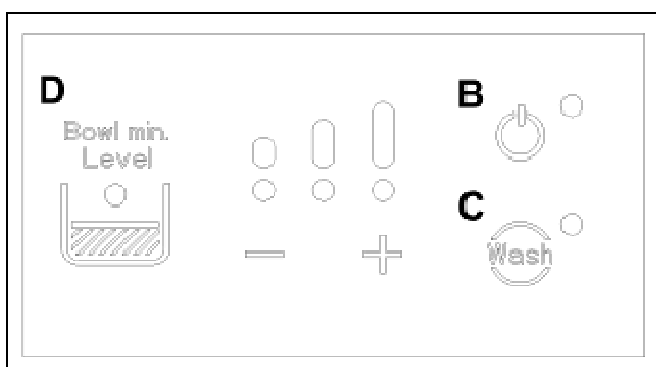

Fig. 38
- Quando il LED del livello prodotto D insieme al LED di accensione B (fig.38) sono accesi e si sente un allarme sonoro, significa che il livello del prodotto nella vasca superiore è basso e deve essere pertanto ripristinato; in queste condizioni la macchina è bloccata e funzionano solo il motore e la pompa in fase di erogazione fino a quando il livello non verrà ripristinato.